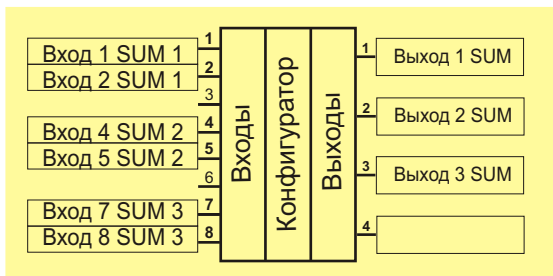

Рис. 42. Блок “Суммирование”, тип “2 sum”
- **3-х элементным** (тип 2 sum). В этом случае элемент состоит из 2-х входов и 1-го выхода, но в отличие от типа 2 SUM, каждый элемент имеет свое значение смещения (Рис. 42).